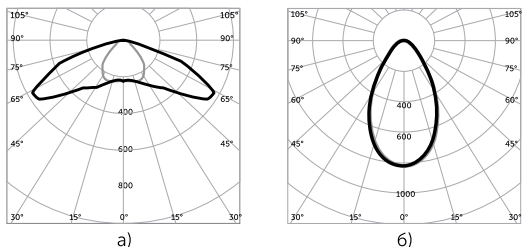

Рисунок 3, а) Ш1, б) Г1
3.4. В зависимости от варианта применения возможны различные варианты кривой силы света: Ш1 – широкая кривая силы света с углом рассеивания $135 \times 65^\circ$. Основное применение – уличное освещение: дороги, магистрали, развязки, путепроводы, тоннели, эстакады. См. рисунок 3, а. Г1 – глубокая кривая силы света с углом рассеивания 60° . Основное применение – промышленное, торговое и спортивное освещение, освещение административных и образовательных учреждений. См. рисунок 3, б.